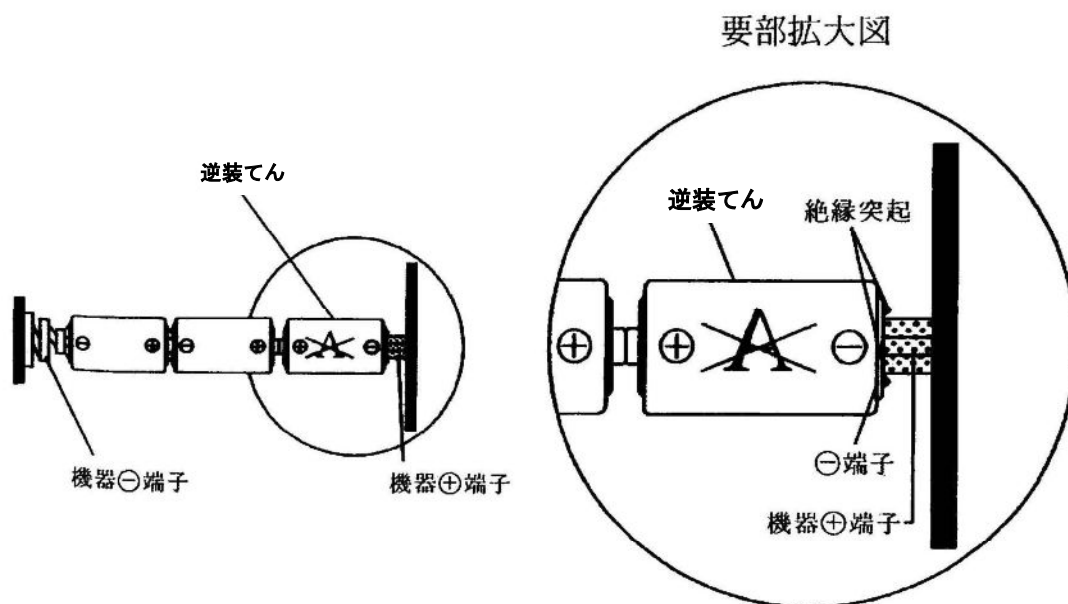

図5 電池の逆装てん通電防止対策の無効例
2) の対策では電池の⊖端子同士が接触する逆装てんの場合には有効ですが（図4参照），電池の⊖端子同士が接触しない状態の逆装てん（例：逆装てんによって電池の⊖端子が直接機器の⊕端子に接触する場合）には，電氣的接続を防止する事はできません（図5参照）。